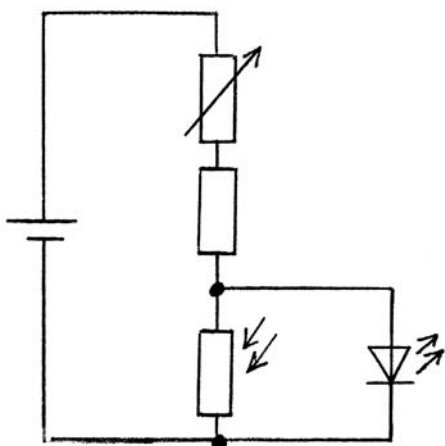

図1
6. 電圧分割（ちょっと理論も）（図1）
この実習も実体配線図→回路図作成という順番で実習を進めた。また、いわゆる電圧分割の考え方も説明した。即ち、CdSに光が当たらないとその抵抗が増し、CdSに掛かる電圧が上昇するということである。図1の回路では、部屋の照明を消すとLEDが光る。これには受講生たちからは「わあ〜」という歓声が上がった。ここまでくると回路を操っているという楽しさが出てきたことだろう。